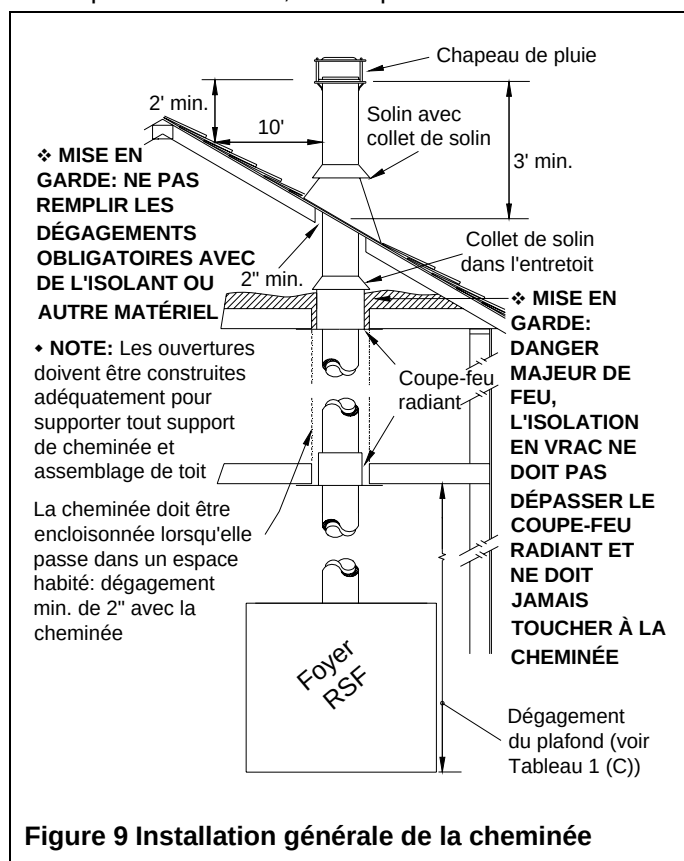

**Figure 9 Installation générale de la cheminée**
2. Installez, en dessous de chaque plancher/plafond traversé par la cheminée, un coupe-feu radiant. Au niveau de l'entretoit, installez un coupe-feu radiant et un collet de solin tel qu'illustré à la Figure 9.